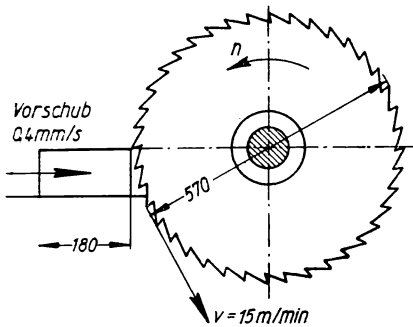

Bild 11
41. Eine Kreissäge zum Metallschneiden soll eine Schnittgeschwindigkeit von 15 m je min bei 570 mm Blattdurchmesser erhalten (Bild 11). a) Wie groß muß die Drehzahl in U/min gewählt werden? b) Wieviel Zeit ist zum Durchschneiden eines 180 mm breiten Stahlblocks erforderlich, wenn der Vorschub desselben 0.4 mm/s beträgt?